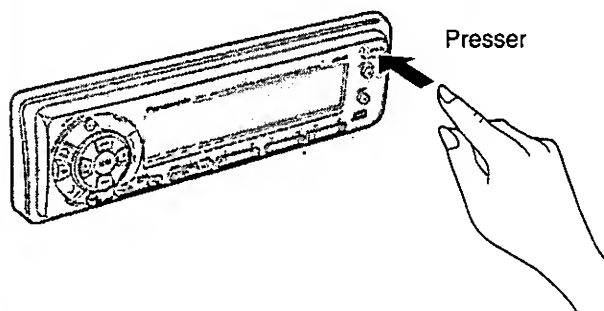

Fig. 1
- ① Couper le contact.
- ② Appuyer sur la touche d'ouverture. Le panneau avant amovible peut alors être ouvert. (→ Fig. 1)